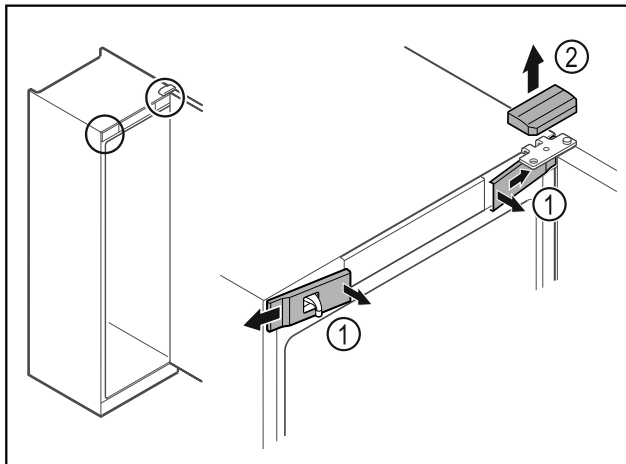

Fig. 10
- Décrocher les caches avant Fig. 10 (1) du côté intérieur et les retirer vers l'extérieur.
► Retirer le cache supérieur Fig. 10 (2) vers le haut.